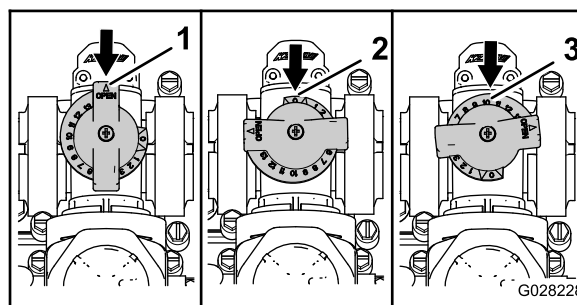

Figura 48
- A válvula de distribuição da agitação está na posição totalmente ABERTA, como se mostra em A da Figura 48.
- A válvula de distribuição da agitação está na posição FECHADA (0), como se mostra em B da Figura 48.
- A válvula de distribuição da agitação está numa posição INTERMÉDIA (AJUSTADA EM RELAÇÃO AO INDICADOR DE PRESSÃO PARA O SISTEMA DE PULVERIZAÇÃO), como se mostra em C da Figura 48.